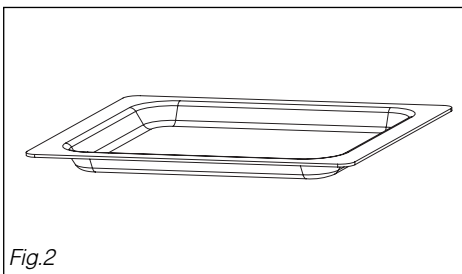

Fig.2
• La lèchefrite en verre (fig.2) :
Décrochez la résistance gril par un appui sur la tige en haut à gauche (*fig.2*).